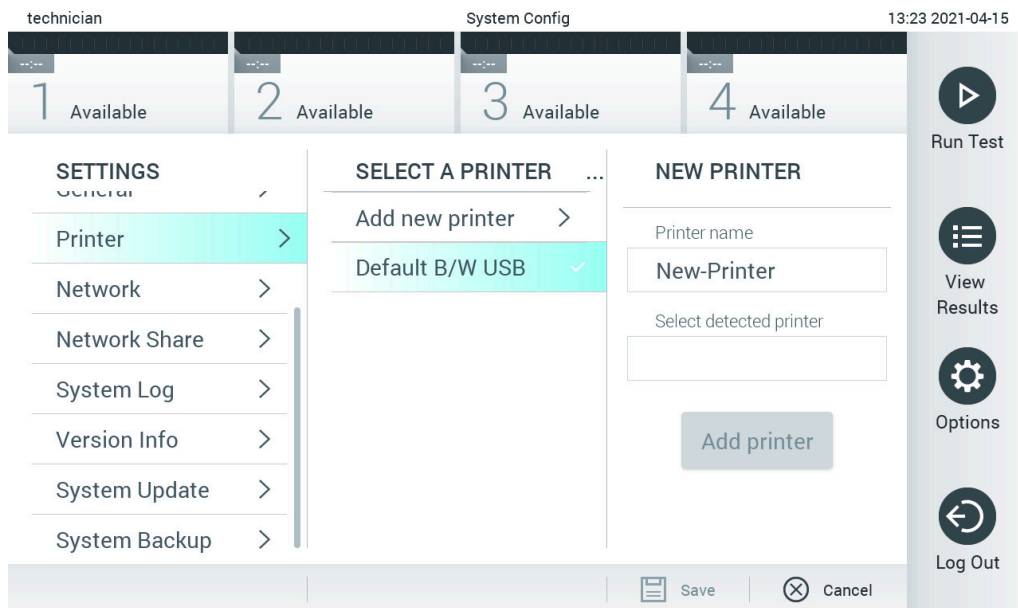

図 101. ドライバーのインストールによるプリンターのインストール
5. **Add Printer** (プリンターの追加) をクリックします (図 101)。